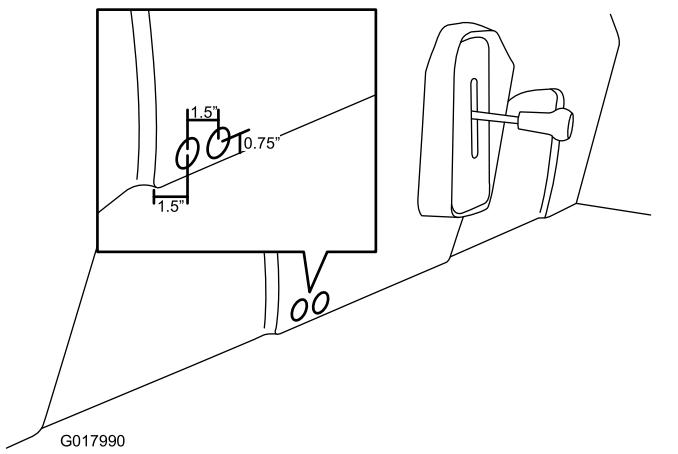

Figura 31
- Contrasseguate e praticate 2 fori nella base del sedile utilizzando una sega a tazza (1"), come illustrato nella Figura 31.